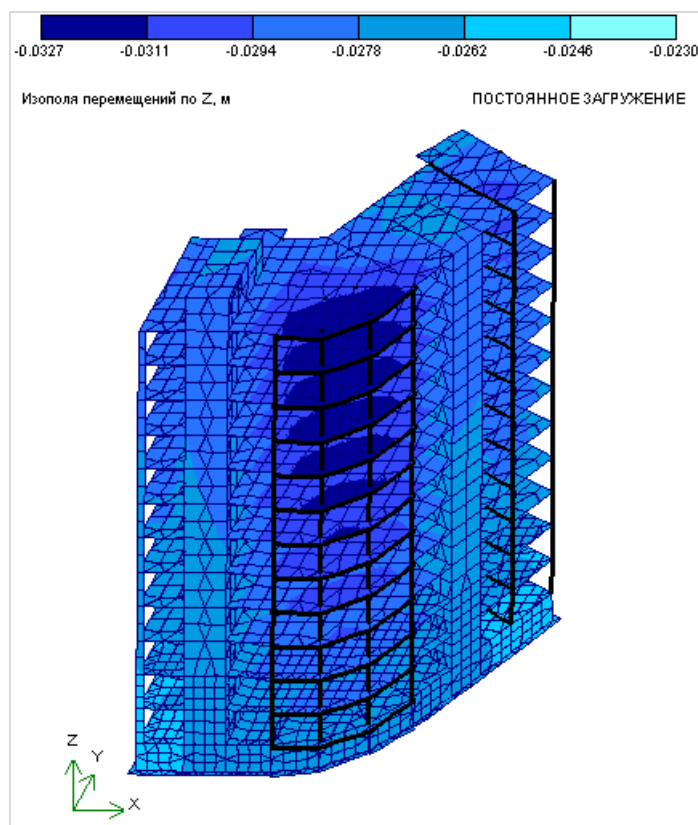

Рис.1.21.2. Изополя перемещений на деформированной схеме
- Сравните диапазон значений перемещений и вид деформированной схемы для заданного сочетаний нагрузок и постоянного нагружения (рис.1.21.2).